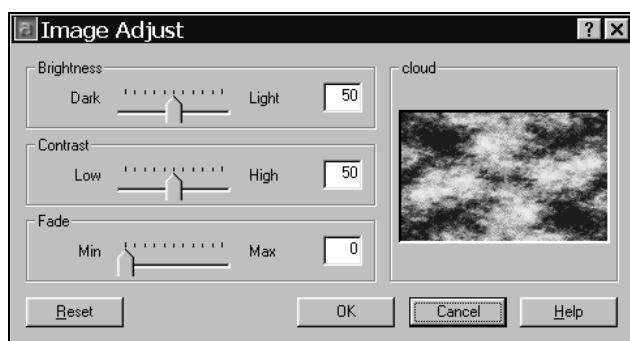

Рис. 11.4. Диалоговое окно **Image Adjust**
3. С помощью бегунков диалогового окна **Image Adjust** (Регулировка изображения) или соответствующих полей редактирования установить нужные значения параметров: **Brightness** (Яркость), **Contrast** (Контрастность) и **Fade** (Слияние с фоном) растрового изображения (рис. 11.4).